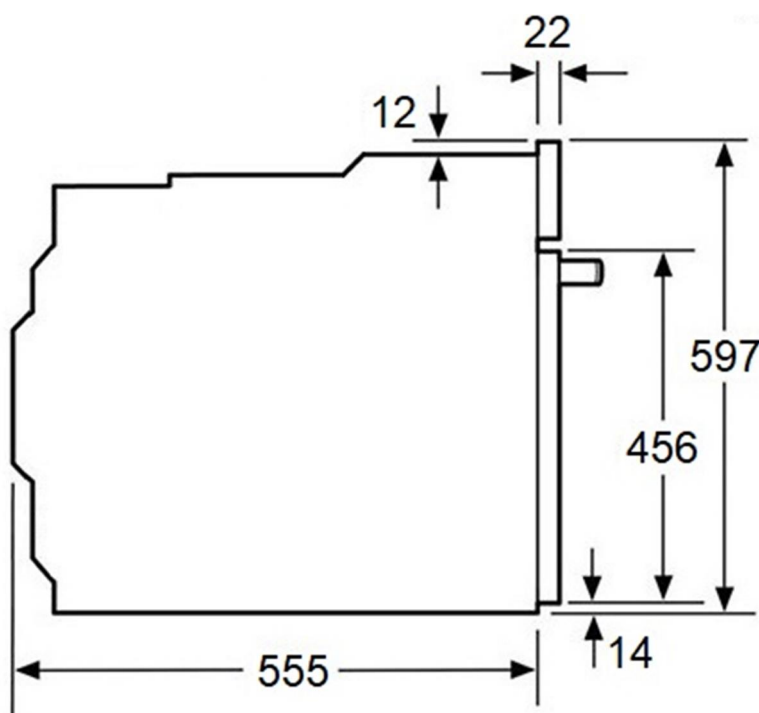

Рис.1
- Для нормальной работы встроенного духового шкафа размеры ниши или кухонной тумбы, куда он будет монтироваться, должны быть верными. Производите установку согласно размерам, указанным на **рис.1** и **рис.2** на этой и следующей страницах.